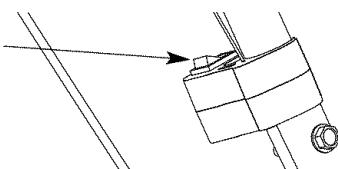

Fig. 11
- NOTA:** No hay necesidad de arrancar la unidad. El control de encendido y apagado está en la posición ENCENDIDO (I) en todo momento (Fig. 11).
2. Oprima y mantenga oprimido el Control de encendido y apagado en la posición APAGADO (O) hasta que el motor se detenga por completo (Fig. 11).